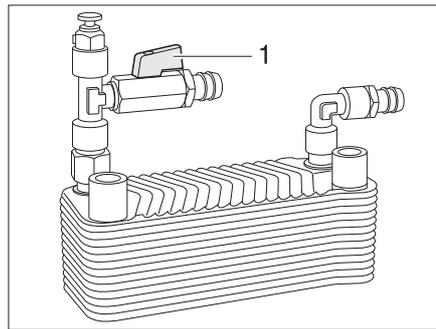

Bild 218 Wärmetauscher Alde
*Anstellen:* ■ Griff (Bild 218,1) des Abstellhahns parallel zur Rohrleitung stellen.
*Abstellen:* ■ Griff (Bild 218,1) des Abstellhahns quer zur Rohrleitung stellen.